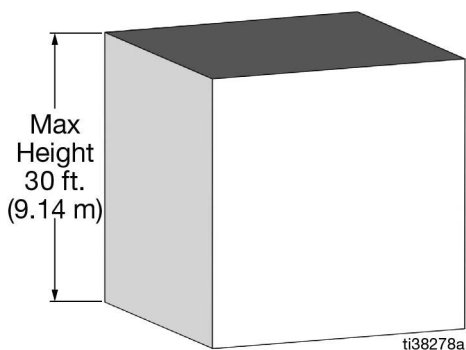
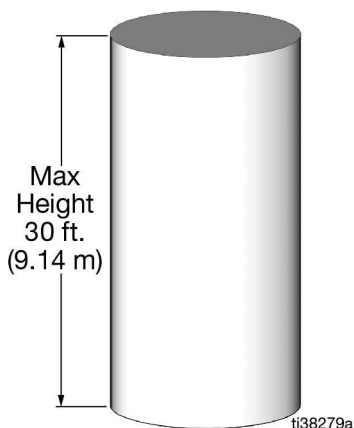

FIG. 14
FIG. 15
- Les parois du réservoir doivent être uniformément verticales, du niveau vide au niveau plein (FIG. 14 et FIG. 15).